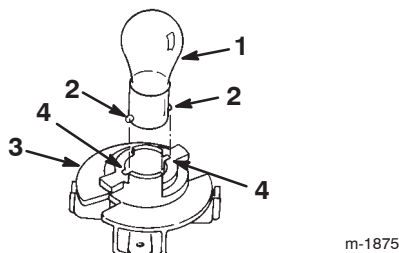

Bild 32
4. Setzen Sie die Birne ein und drehen Sie diese nach links bis zum Anschlag (ungefähr 1/4 Umdrehung), und nehmen sie die Birne aus der Birnenfassung heraus (Bild 32).
2. Stecken Sie den Sockel in die Fassung (Bild 32).